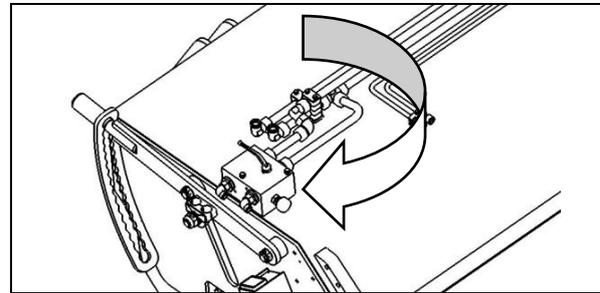
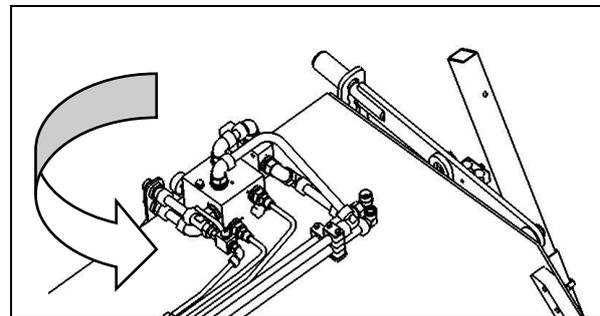

Fig. 4.6
Fig. 4.7
- Absperrhahn, zum Hydraulikmotor des Seitenkehrbesens (Fig.4.6) sowie Hydraulikzylinder des Sammelbehälters (Fig.4.7) schließen.